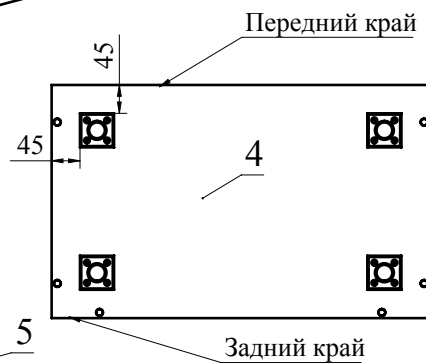

Рис.5
5. При помощи шурупов 3,5x16 прикрутите опоры к детали 4 (Рис. 5).